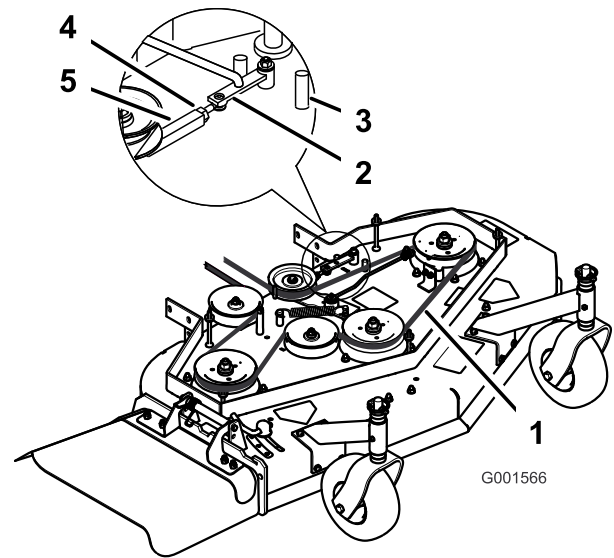

Figure 44
3. Desserrez le contre-écrou sur le tendeur (Figure 44).
Remarque: La tension correcte de la courroie du tablier de coupe se situe entre 44 à 67 N·m (10 à 15 pi-lb) avec une flèche de 13 mm (1/2 po) à mi-chemin entre les poulies (Figure 44).